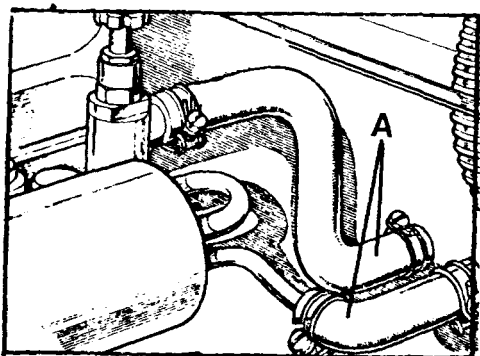

Fig. A1-4 Desmontaje de las tuberías de entrada y salida de agua de la calefacción
a) Tuberías de entrada y salida de agua a la calefacción, A (Fig. A1-4).